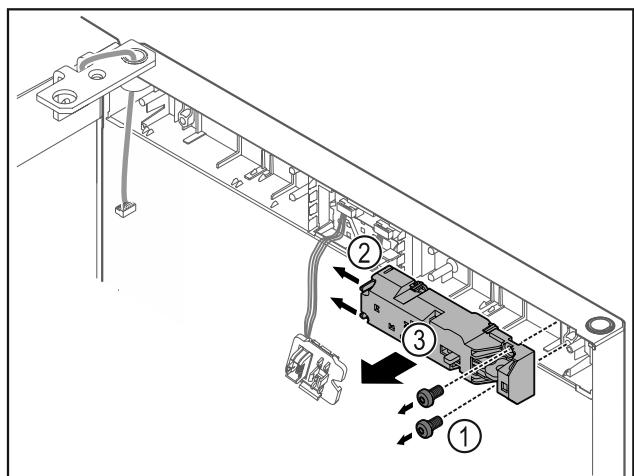

Fig. 18
► Отстранете винтовете Fig. 18 (1).
► Натиснете фиксирация палец Fig. 18 (2) настрани и свалете дистанционната ключалка Fig. 18 (3).